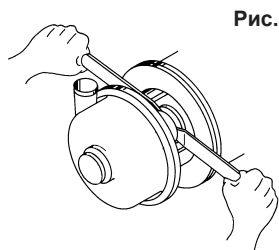

Рис. 14
15. Подать вал (поз. 11) вперед, пока рабочее колесо (поз. 4) не коснется пластиковой звездочки (Рис. 14).